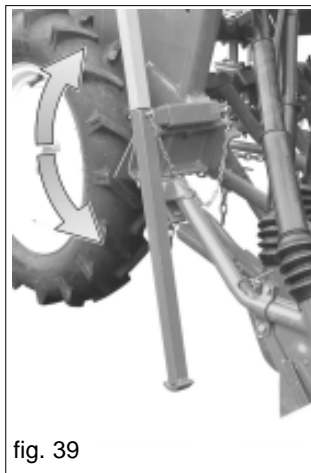

fig. 39
El uso de la plataforma de carga (e inspección de la tolva ref.3 fig. 5) está permitido sólo con la sembradora detenida, con las ruedas y el pie de estacionamiento (Fig. 39) apoyados sobre el suelo sobre un terreno en plano y firme (preferentemente cemento). Asegúrese de que el pie de apoyo esté bloqueado con el pasador de seguridad respectivo. En la sembradora puede haber uno o dos pies de seguridad según el modelo.
Antes de iniciar el trabajo levante los pies de apoyo. Antes de guardar la sembradora, baje los pies de apoyo (Fig. 39).